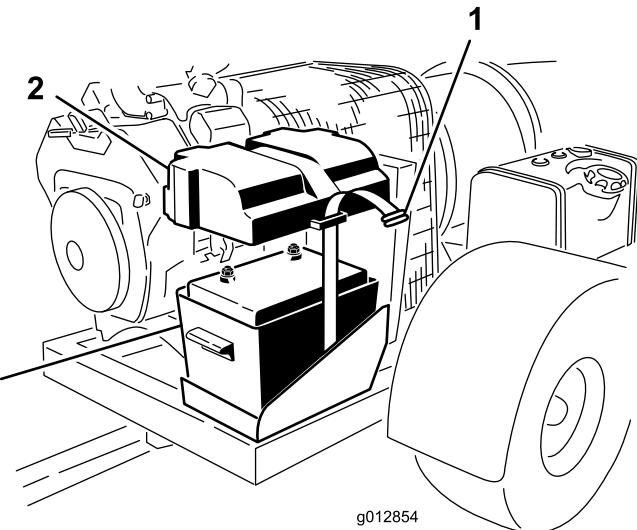

図 4
2. バッテリー・カバーをバッテリー・ボックスに固定しているベルト(ストラップ)を外す(図 4)。